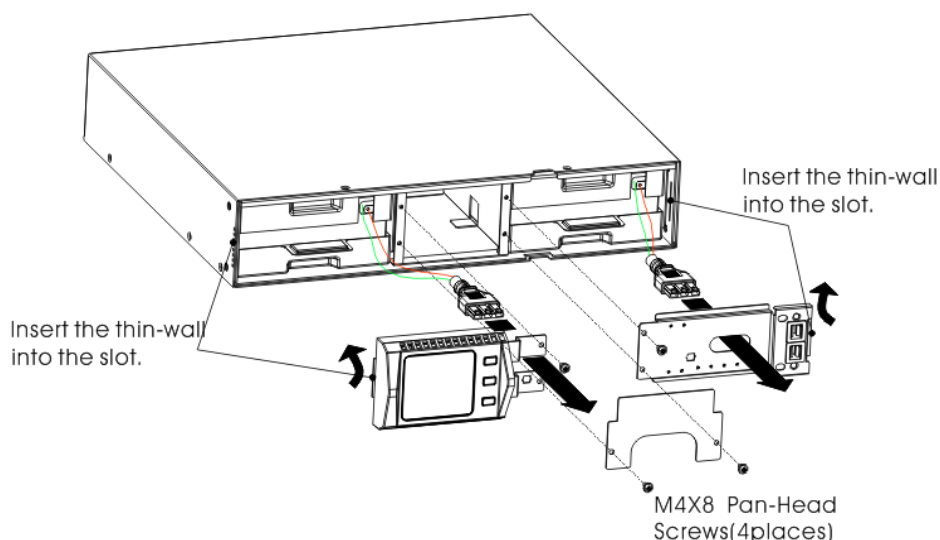

Рисунок 22
5. Держась за середину нового комплекта аккумуляторных батарей, вставьте его в отсек. После установки нового комплекта аккумуляторных батарей необходимо убедиться в том, что он полностью попал на полозья шасси, как это показано на рис. 22.